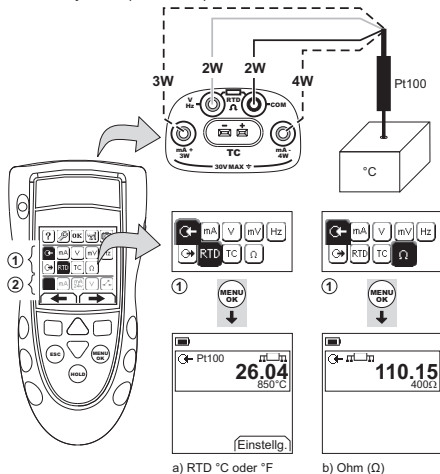
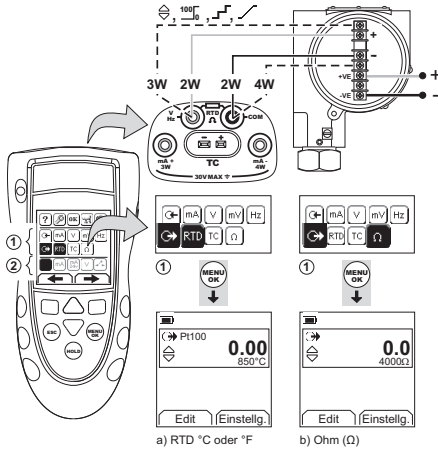

Abbildung 7: Beispielkonfiguration: Messen der Temperatur oder des Widerstands
Abbildung 8: Beispielkonfiguration: Simulieren der Temperatur oder des Widerstands
1. Schließen Sie das Gerät an (Abbildung 7 & Abbildung 8) und ändern Sie ggf. die Option Konfig. (Tabelle 1).